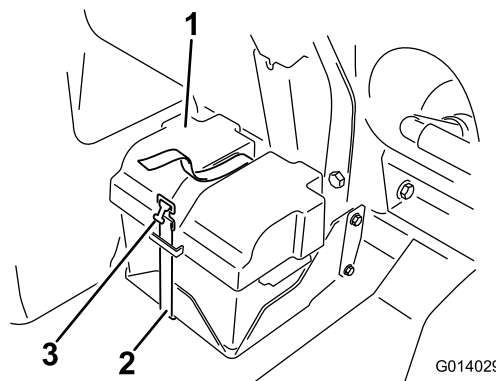
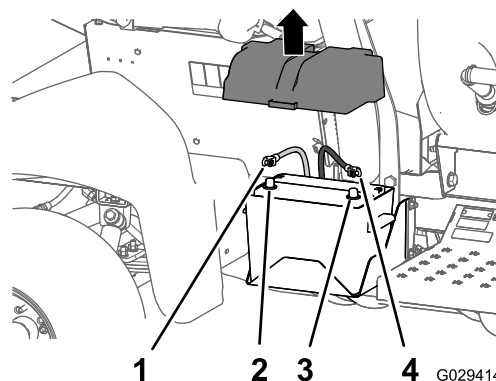

Figure 1
Figure 2
4. Déposez le couvercle de la batterie et débranchez le câble négatif (noir – masse) de la borne de batterie (Figure 1 et Figure 2).
5. Débranchez le câble positif (rouge) de la borne de la batterie (Figure 2).